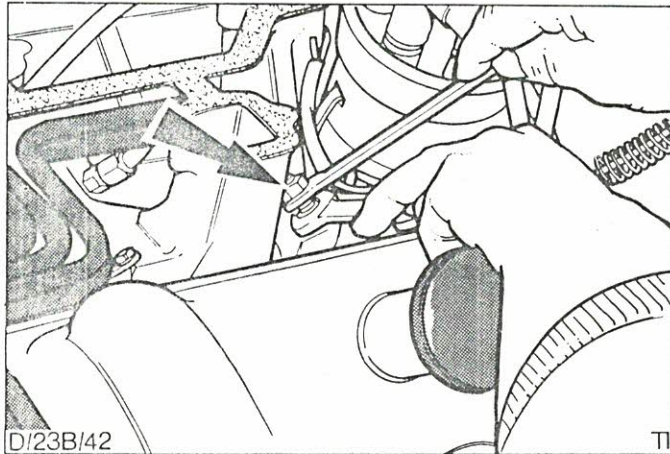

Abb.96 Leitung - Einspritzdüse abbauen
5. Leitungen von Einspritzdüsen abmontieren, Abb.96.